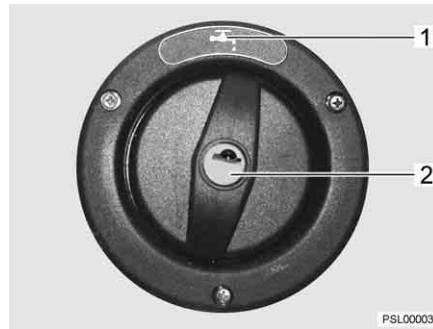

Bild 205 Lock för påfyllningsöppningen för dricksvatten
Påfyllningsöppningen för dricksvatten är märkt med symbolen "☞" (Bild 205,1). Locket låses och låses upp med nyckeln till de utvändiga låsen (utvändiga luckorna).
- Stick in nyckeln i låscylindern (Bild 205,2) och vrid ett kvarts varv moturs.